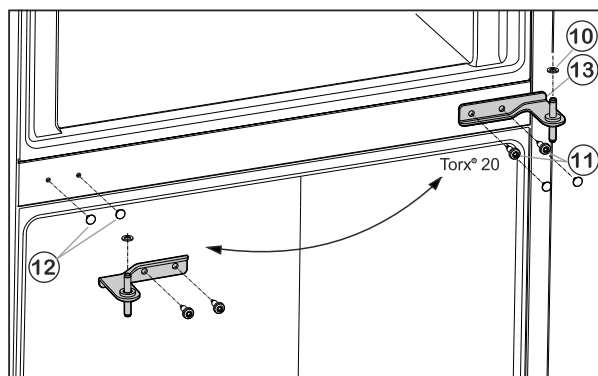

Fig. 5
- ▶ Vedä suojukset Fig. 5 (12) varovasti irti ja aseta ne sitten uudelleen vastakkaiselle puolelle.